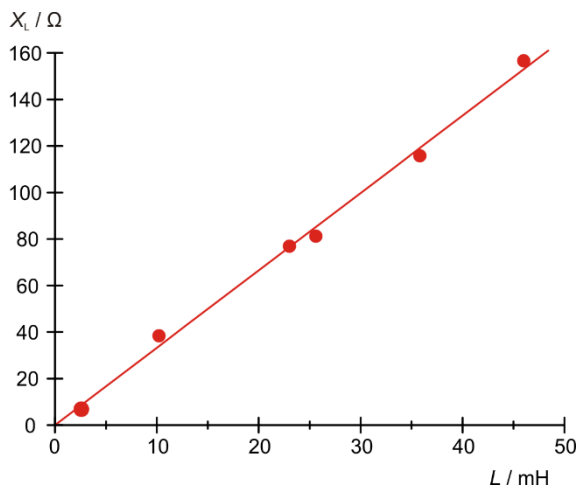
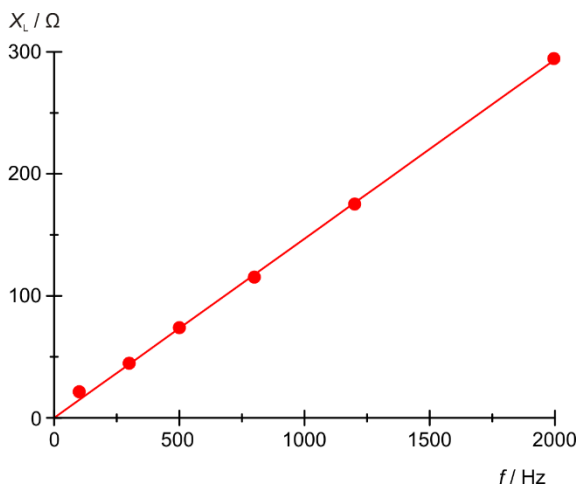

Fig. 4: Resistência indutiva X_L como função da indutividade L .
Fig. 5: Resistência indutiva X_L como função da frequência f .
- Aplicar as resistências indutivas X_L contra a indutividade (Tab. 1, Fig. 4) e a frequência (Tab. 2, Fig. 5).